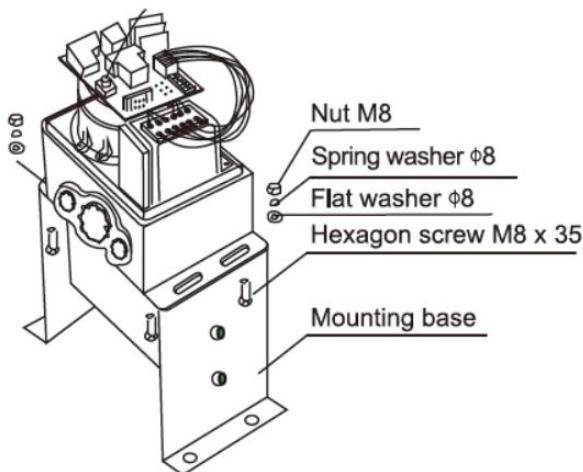

Figura 6
c) Montar el motor de la máquina en la base de montaje como se muestra en la Figura 6;